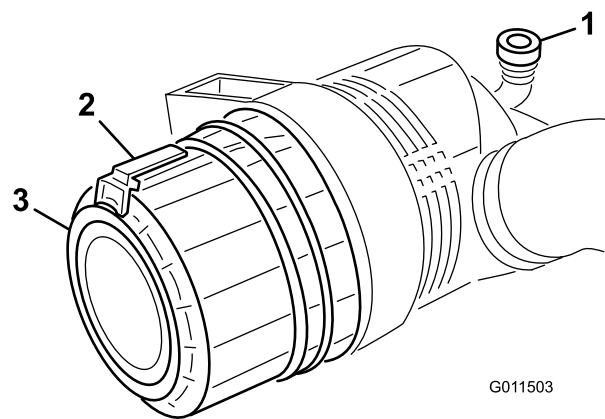

Figura 70
1. Tire hacia fuera del enganche y gire la tapa del limpiador de aire en el sentido contrario a las agujas del reloj (Figura 70).